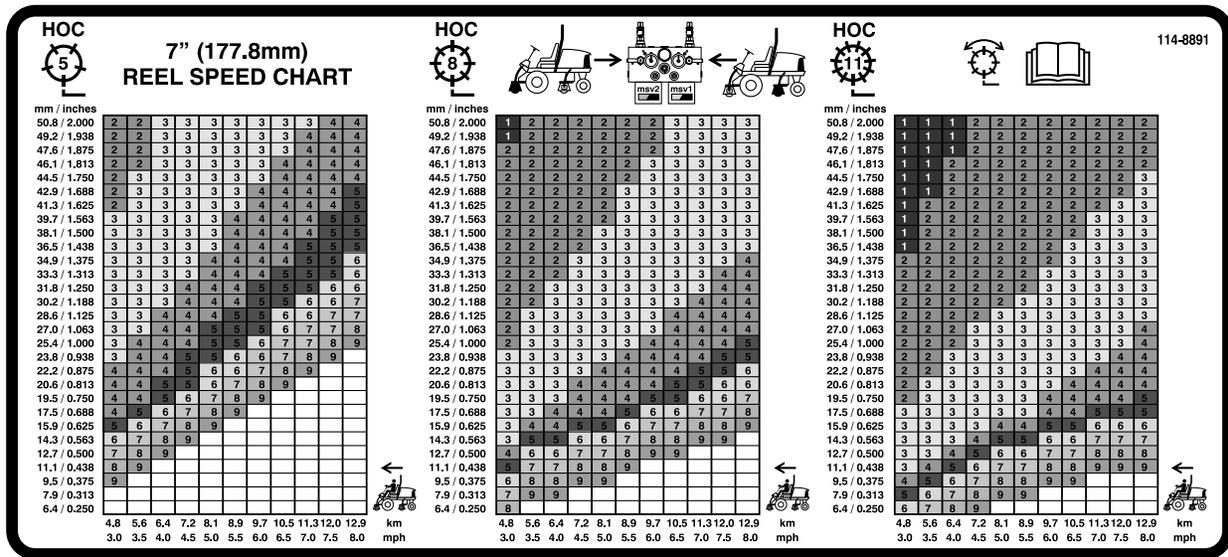
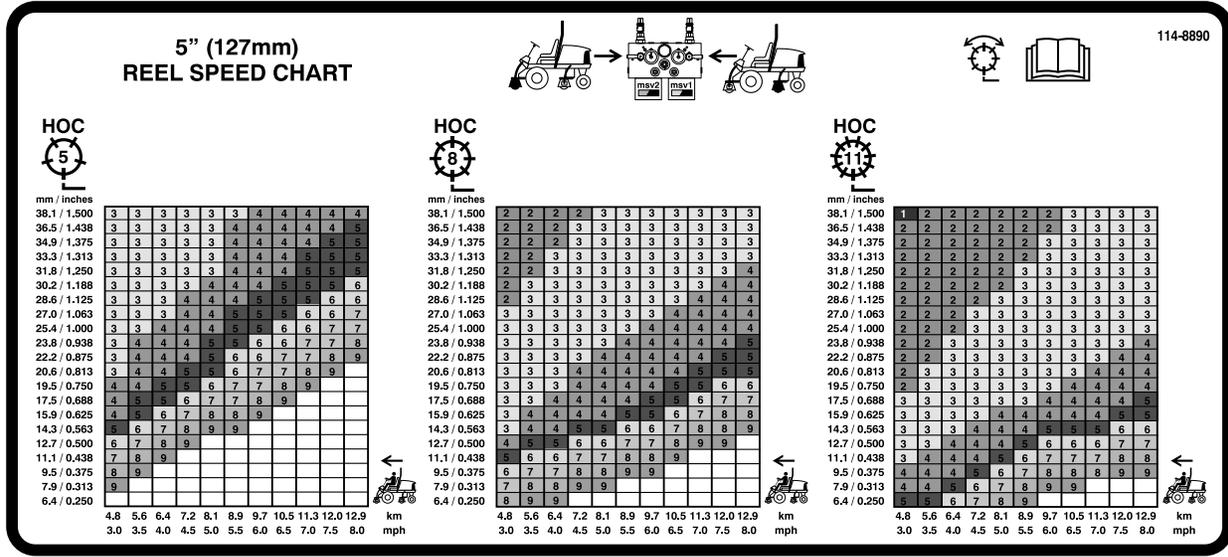

Bild 38
Bild 39
3. Ermitteln Sie mit der entsprechenden Tabelle auf dem Schild 110-0996 (Bild 38) für Reelmaster 5510 & 5610, 17,8 cm [7 Zoll] Spindelmähwerke, oder Schild 110-8923 (Bild 39) für Reelmaster 5210 & 5410, 12,7 cm [5 Zoll] Spindelmähwerke, die richtige Einstellung für die Spindeldrehzahl.